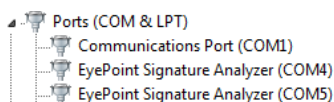

Рисунок 2. Отображение устройств после установки драйвера
8. После установки драйвера в разделе устройств «Порты (COM и LPT)» должны появиться два устройства EyePoint Signature Analyzer (Рисунок 2), номера COM портов могут отличаться.